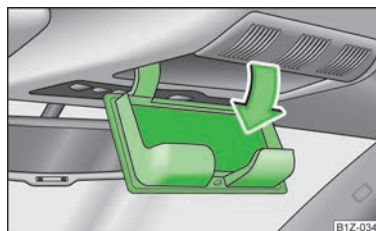

Fig. 75
► Apăsăți capacul compartimentului pentru ochelari, compartimentul se raba-tează în jos » fig. 75.